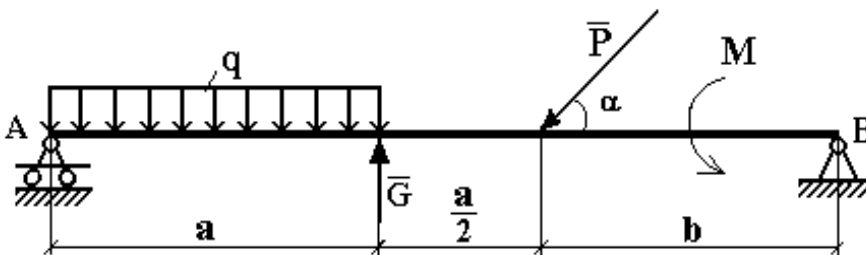

Рис. 1
Схема балки (рис. 1).
1). Построение 12-ти положений механизма (рис. 1).